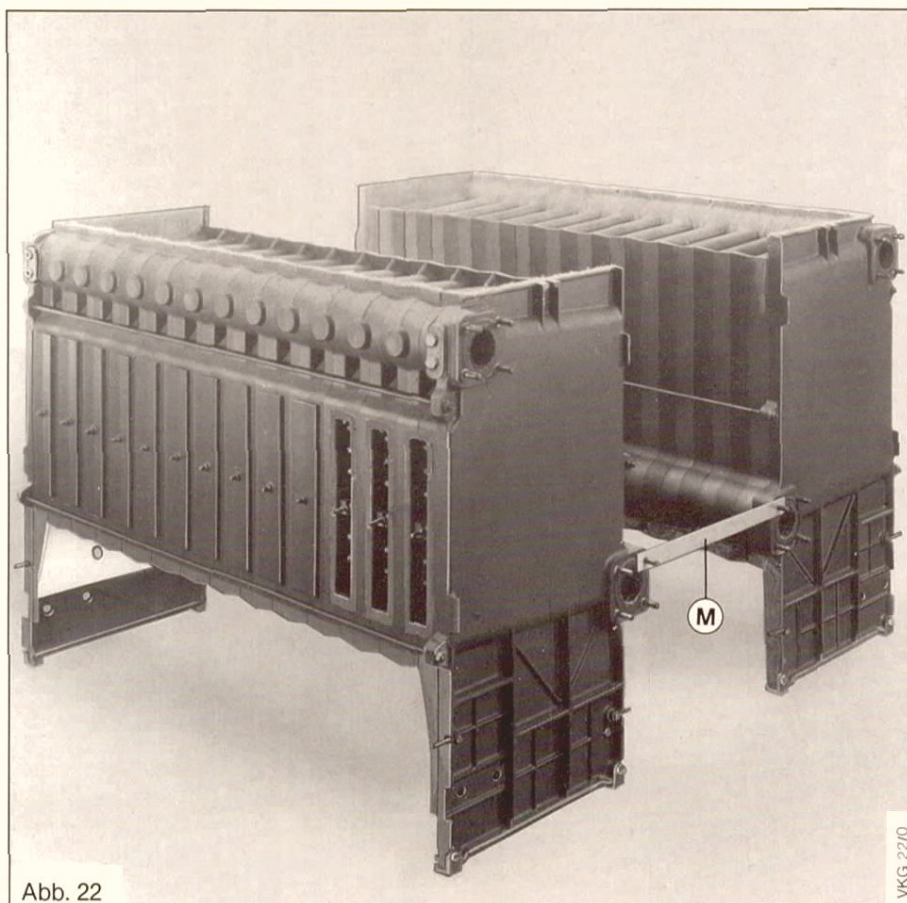

Abb. 22
Die Montage der Kesselblöcke erfolgt entsprechend der Beschreibung Kap. 5.1 auf Seite 7. Nach Montage beider Blöcke sind diese mittels der mitgelieferten Maßblaschen (M) Abb. 22, auszurichten.